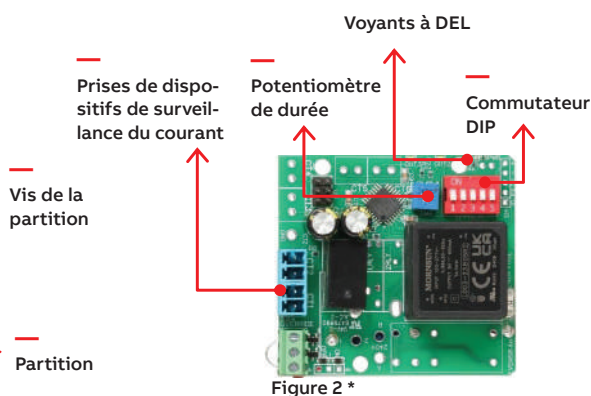

Figure 2*
- 2- Insérez les deux connecteurs du dispositif de surveillance du courant dans les prises correspondantes sur la carte de commande. Référez-vous à la figure 2, p.7.
- Vérifiez que les connecteurs et les fils de dispositif de surveillance du courant sont bien insérés dans les prises respectives (ports bleus), puis rétablissez l'alimentation. Référez-vous à la figure 2.